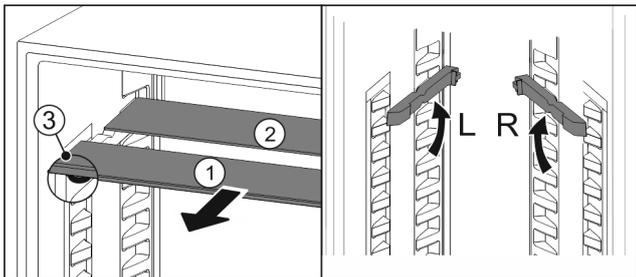

Fig. 60
- ▶ Izvucite Fig. 60 (1) staklene ploče jednu po jednu prema naprijed.
- ▷ Staklena ploča Fig. 60 (1) s ukrasnom letvicom nalazi se sprijeda.
- ▷ Zaustavljači Fig. 60 (3) su usmjereni prema dolje.